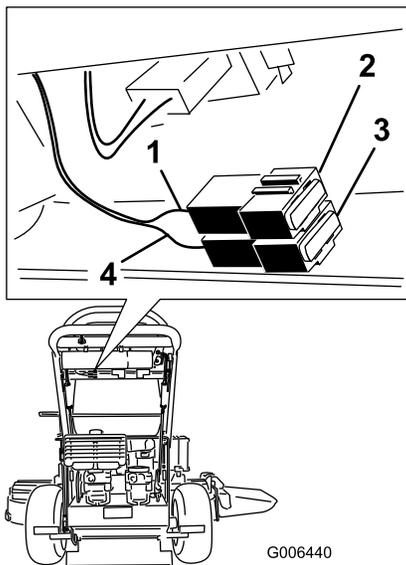

Figura 29
2. Tire hacia fuera del fusible para retirarlo o cambiarlo (Figura 29).